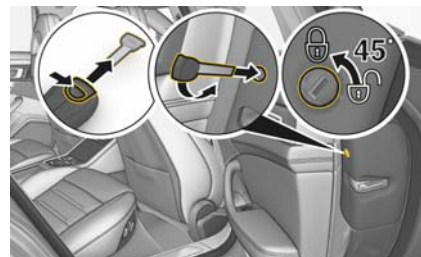

図 81：右リヤ・ドアのチャイルド・ロック
- ▶ エマージェンシー・キーを使用して、右リヤ・ドアのチャイルド・ロックを約 45 度反時計回り (図 81) に回し、左リヤ・ドアのチャイルド・ロックは約 45 度時計回りに回してください。
- ▶ エマージェンシー・キーを使用して、右リヤ・ドアのチャイルド・ロックを約 45 度時計回り (図 81) に回し、左リヤ・ドアのチャイルド・ロックは約 45 度反時計回りに回してください。